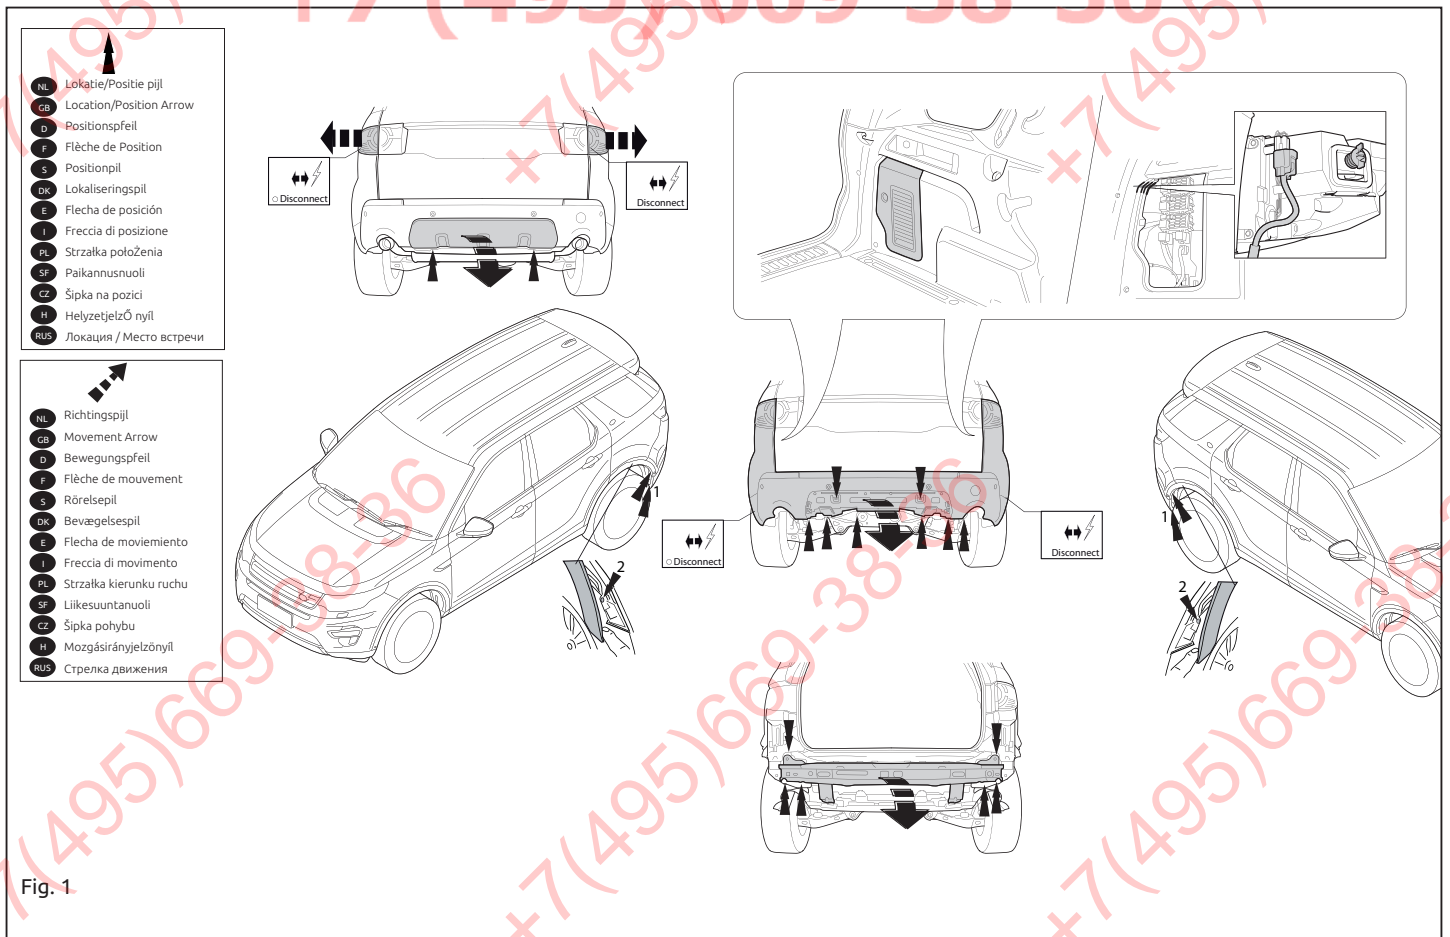

Fig. 1
2. Die Stoßstange einschließlich des stählernen Stoßbalkens vom Fahrzeug abmontieren. Der Stoßbalken wird nicht mehr benötigt. Die Schrauben wieder anbringen. Siehe Abbildung 1.
2. Déposer le pare-chocs du véhicule y compris la traverse en acier ; la traverse ne sera plus utilisée. Remettez les boulons de fixations en place. Voir la figure 1.
2. Demonter kofangeren, inklusive køretøjs stålstødbjælke. Stålstødbjælken skal ikke længere anvendes. Sæt bolterne på plads igen. Se fig. 1.
2. Снять бампер вместе со стальным буферным брусом автомобиля. Буферный брус больше не понадобится. Поставить болты на место. См. рисунок 1.